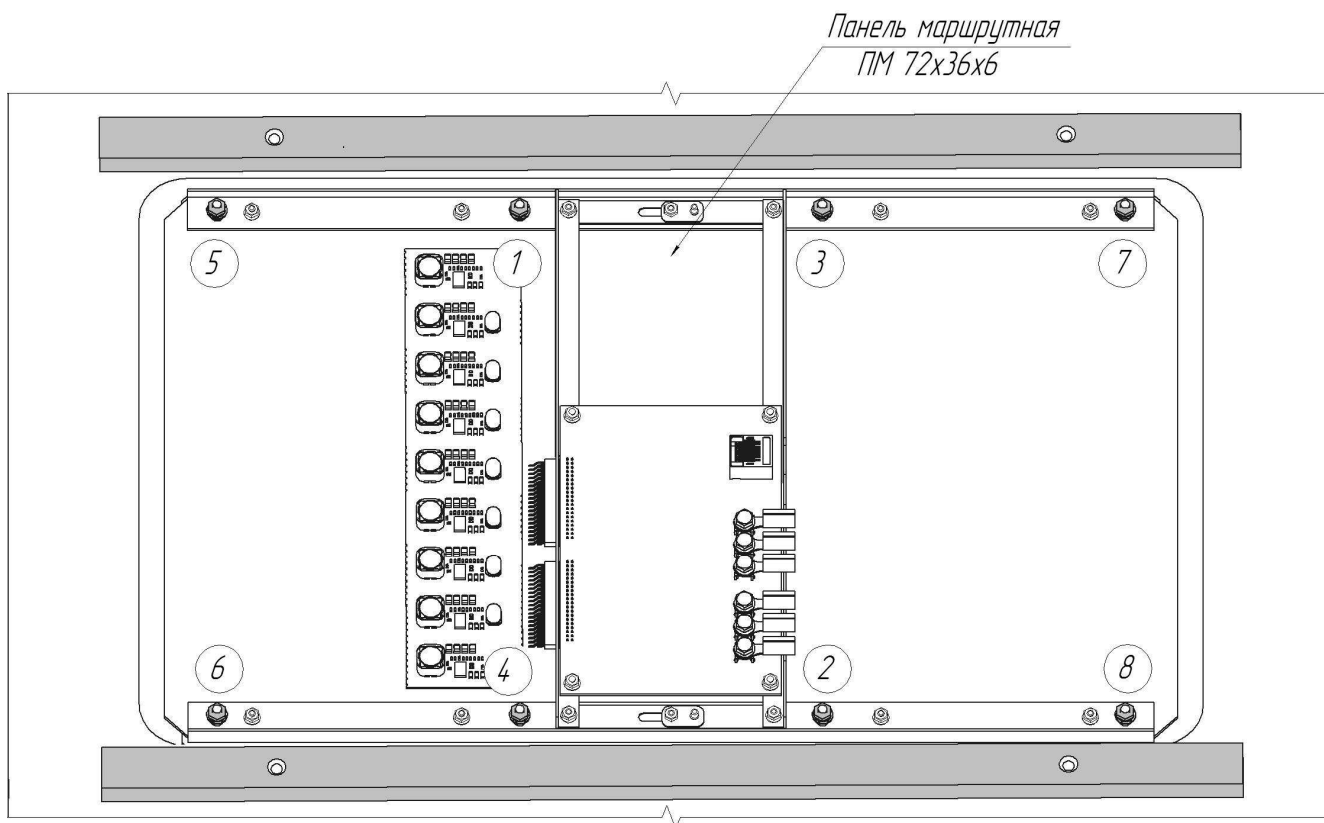

Рис.5 Рекомендуемая схема последовательности затяжки гаек.
- Окончательное закрепление производить согласно схемы затяжки (см. рис.5). Момент затяжки 2,00 (0,20) Н\*м (кгс\*м).